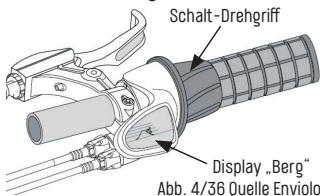

Abb. 4/36 Quelle Enviolo
- Drehung im Uhrzeigersinn: Display zeigt einen „Berg“ („Abb. 4/ Quelle Enviolo“ auf Seite 36). Dieses Übersetzungsverhältnis sollte zum Anfahren bzw. Bergauffahren eingestellt werden.